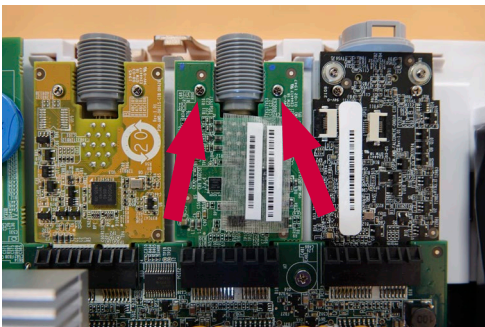

Figura 21: Extracción de los tornillos de la placa VDI que se va a sustituir
a) Utilice el destornillador para aflojar los dos tornillos que sujetan la placa VDI (Figura 21)
- e) Coloque y apriete los dos tornillos (par de apriete máx. 0,2 Nm) que fijan la placa VDI en su posición (Figura 21)